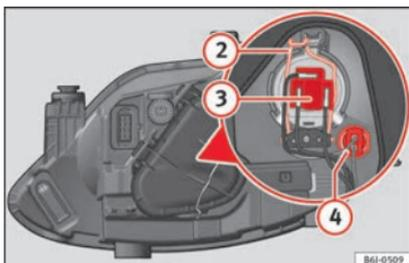

Fig. 92 Feu de croisement/route et feu de position du phare simple.
- Retirez le connecteur » fig. 92 3 de l'ampoule.
- Décrochez le ressort entrebâilleur » fig. 92 2 en le pressant vers l'intérieur et vers la droite.
- Retirez la douille d'ampoule » fig. 92 4 vers l'extérieur.